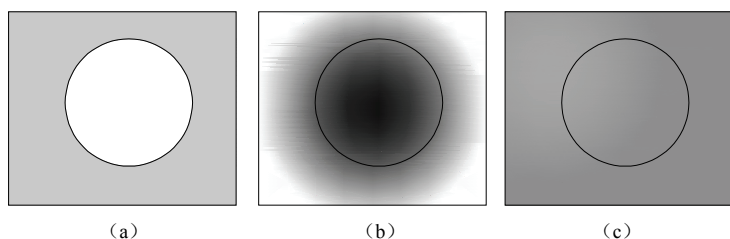
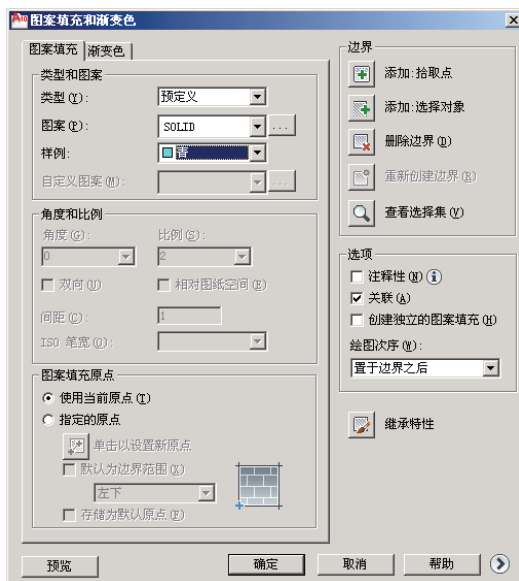

图 5-7 实体填充和渐变色填充
图 5-8 图案填充——实体填充
如图 5-7（a）所示，绘制一矩形和圆，并复制成三组。分别进行实体填充，单色渐变色
- (1) 绘制圆和矩形，如图 5-7（a）所示。
- (2) 复制成三组。
- (3) 单击 **图案填充** 按钮，弹出图 5-8 所示对话框。
- (4) 设置“类型”为预定义；“图案”为 SOLID；“样例”为青色。
- (5) 单击拾取点按钮，在图形上单击矩形和圆之间的任意点。
- (6) 单击 **确定** 按钮完成实体填充。
结果如图 5-7 所示。